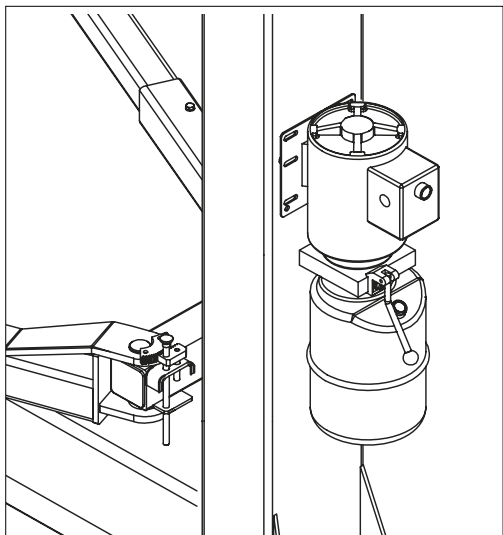

рис. 32
- ◆ Установить насос на блок согласно рис. 32 и зафиксировать его на основании стойки управления.